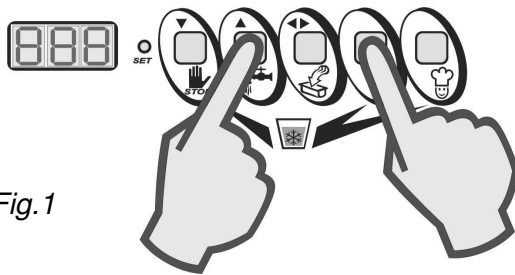

Fig.1
3. Lorsque la machine est en position de STOP, appuyer simultanément sur les touches "**AGITATION**" et "**AUTOMATIQUE**" puis, relâcher uniquement après l'affichage de la page-écran d'identification par mot de passe (Fig. 1).